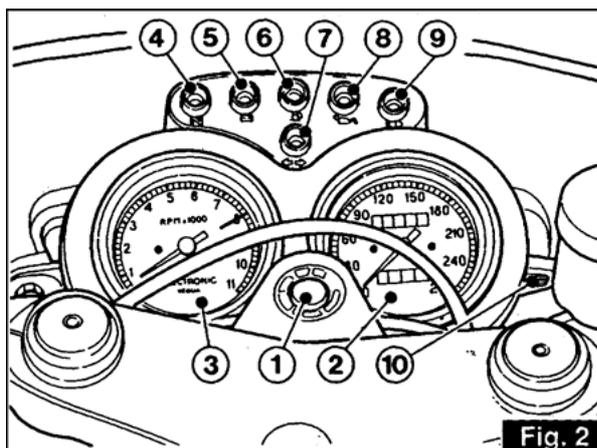

Fig. 2
3.1 TABLEAU DE BORD (fig. 2)
Avec la clé «1» de fig. 2 position «ON» le moteur est prêt au démarrage.
Quand le moteur est arrêté, tourner la clé du commutateur de fig. 2 en position «OFF», puis retirer la clé.
Elles interviennent lorsque la clef du commutateur «1» (fig.2) est sur «ON».